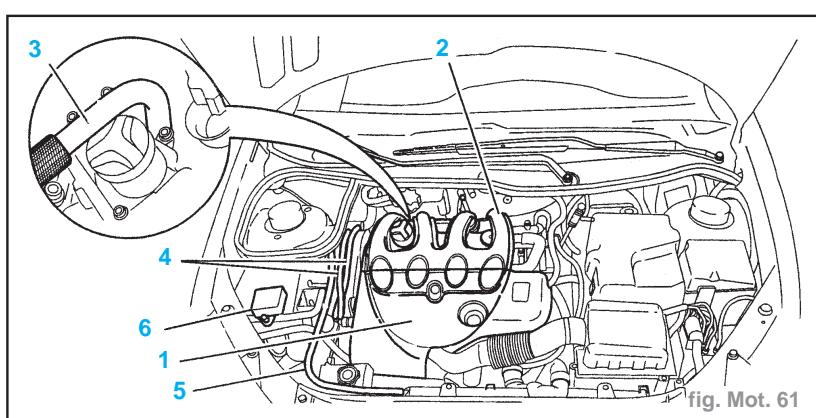

fig. Mot. 61
- Déposer (fig. Mot. 61) :
- le cache-style (1)
- le répartiteur d'air (2)
- le tuyau (3) de vanne EGR
- les tuyaux de carburant (4)
- le tuyau de dégazage (5)
- le boîtier électronique (6)
- Débrancher et écarter le tuyau (7) (fig.